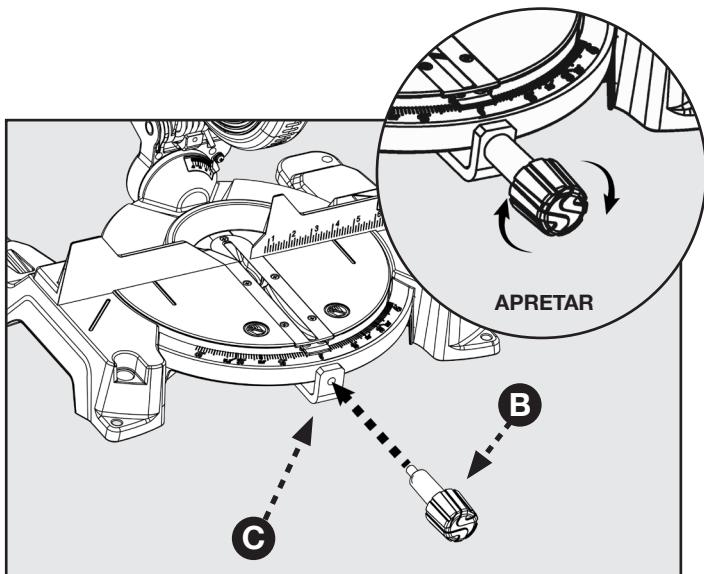

FIGURA 6
1. Consulte la Figura 6 y sujeté la perilla de bloqueo de inglete atornillando el extremo de la manija de bloqueo de inglete (B) dentro del orificio roscado (C) en el brazo de control. Apriete girando la perilla de bloqueo hacia la derecha.